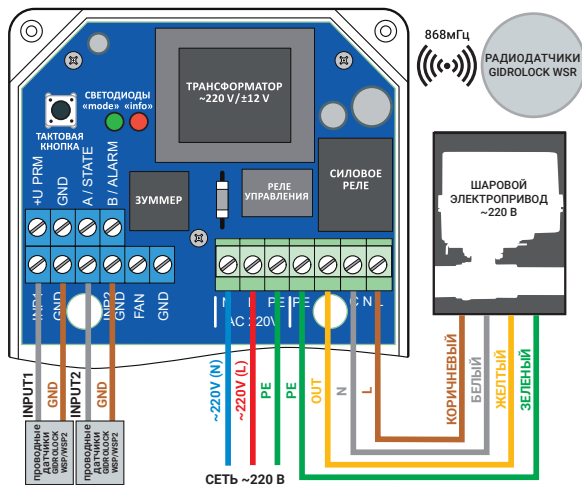

Рис. 3. Схема подключения шарового электропривода GIDROLOCK на напряжение питания 220 В и проводных датчиков протечки воды GIDROLOCK WSP или WSP2.
5.2 Проводные датчики протечки воды WSP подключаются к клеммам: **INP1** и **GND** – первая зона контроля, **INP2** и **GND** – вторая зона контроля (рис. 3 и 4).
5.3 Шаровый электропривод GIDROLOCK с напряжением питания 220В подключается к блоку управления согласно схеме, приведенной на рис. 3. Для подключения большого количества электроприводов возможно использовать дополнительные клеммные блоки и монтажные коробки.